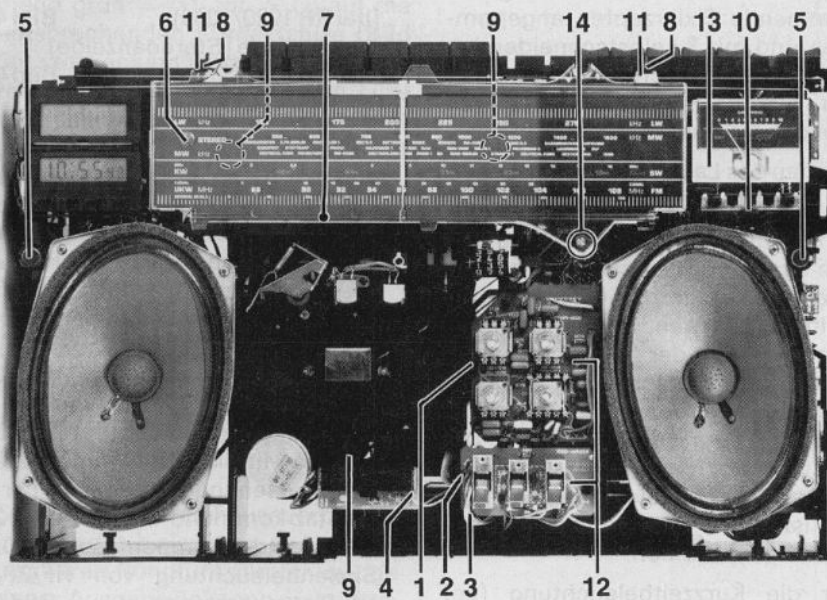

Bild 4 Vorderansicht des RR-1040-Chassis
Die Reglerplatte trägt die Einstellwiderstände für Balance, Höhen, Tiefen und Lautstärke und kann nach Wegdrücken des Schnapphakens vom Rahmen abgehoben werden (Bild 4).
Die Schalterplatte trägt drei als Taster oder Kippschalter ausgebildete Schalter, über welche je nach Gerätetyp verschiedene Funktionen ausgelöst werden. Sie wird im Chassis durch den Schnapphaken (Bild 4) festgehalten und durch eine 5fach-Steckverbindung mit dem Laufwerk verbunden.
Die UKW-Stereoanzeige-LED wird entsprechend dem Gerätetyp in hierfür vorgesehene schnappende Aufnahme geklemmt (**Bild 4**) – bei RR 800 über dem linken Lautsprecher, bei allen anderen Geräten in Lage der linken Skalenseite.
Skalenzeiger aus unterer Polyamid-schnurführung (**Bild 4**) nehmen und von oberer Führungsschiene heben. Skalenseil über die vorgesehenen Haltenasen legen, 2 Rastnasen der Skala bzw. der Flutlichtskalenebefestigung entrasten und Skala abheben. Schrauben der Laufwerkbefestigung herausdrehen (**Bild 4**). Die elektrischen Verbindungsleitungen sind so lang ausgelegt, daß es möglich ist, den Cassettenbaustein ausgebaut zu betreiben.
- c) an der Basisreglerplatte (2 × 1fach) **Bild 4**
- a) Regler und Schalterplatte **Bild 4**
- b) Anzeigeinstrument (Abstimm-/ Batteriekontrolle) **Bild 4**
- d) 2fach-Tipptaste (bei RR 1020/1040) **Bild 4**
- e) Leuchtdiode (Stereoanzeige) **Bild 4**